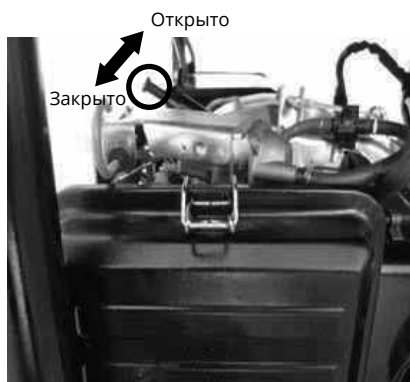

Рис. 3.2
2. Передвиньте рычаг воздушной заслонки в положение «ЗАКРЫТО». Если двигатель теплый или температура воздуха высокая, оставьте рычаг в положении «ОТКРЫТО» (**рис. 3.2**).
5. Передвиньте рычаг воздушной заслонки в позицию «ОТКРЫТО», когда двигатель прогреется (**рис. 3.2**).